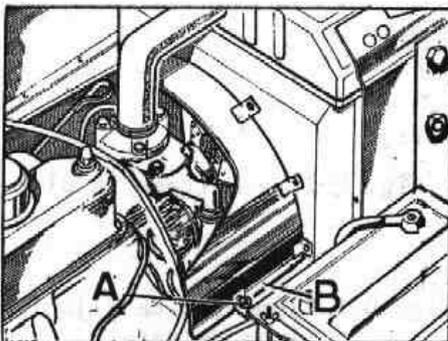

Fig. Q-5 Elementos de fijación del encauzador
- 1.7. Desmontar el tornillo de fijación, A (Fig. Q-5) de la tiranta al encauzador, B.